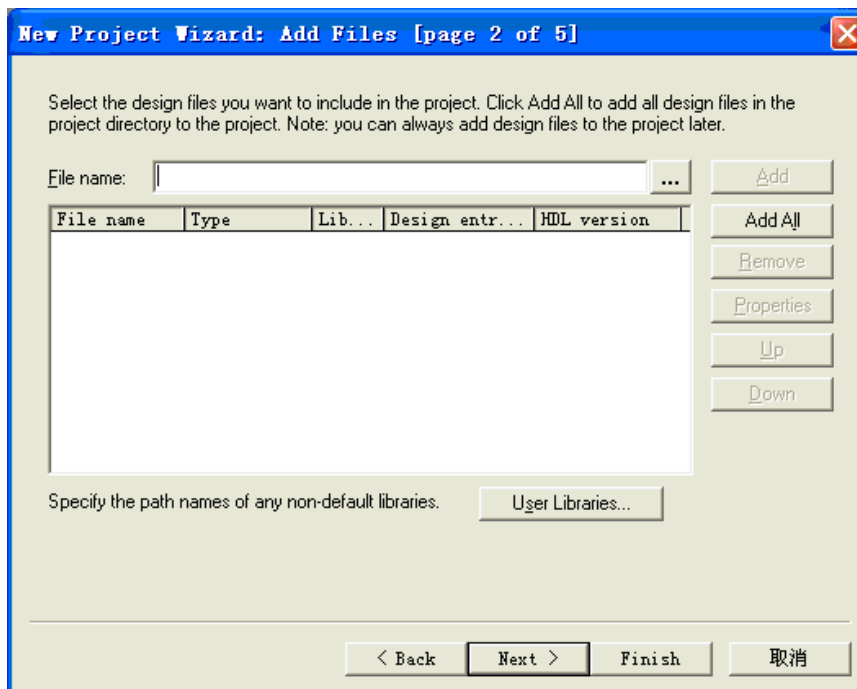

图 2-5 添加设计文件
4. 添加设计文件。界面如图 2-5 所示。如果用户之前已经有设计文件（比如.v 文件）。那么再次添加相应文件，如果没有完成的设计文件，点击 Next 之后添加并且编辑设计文件。